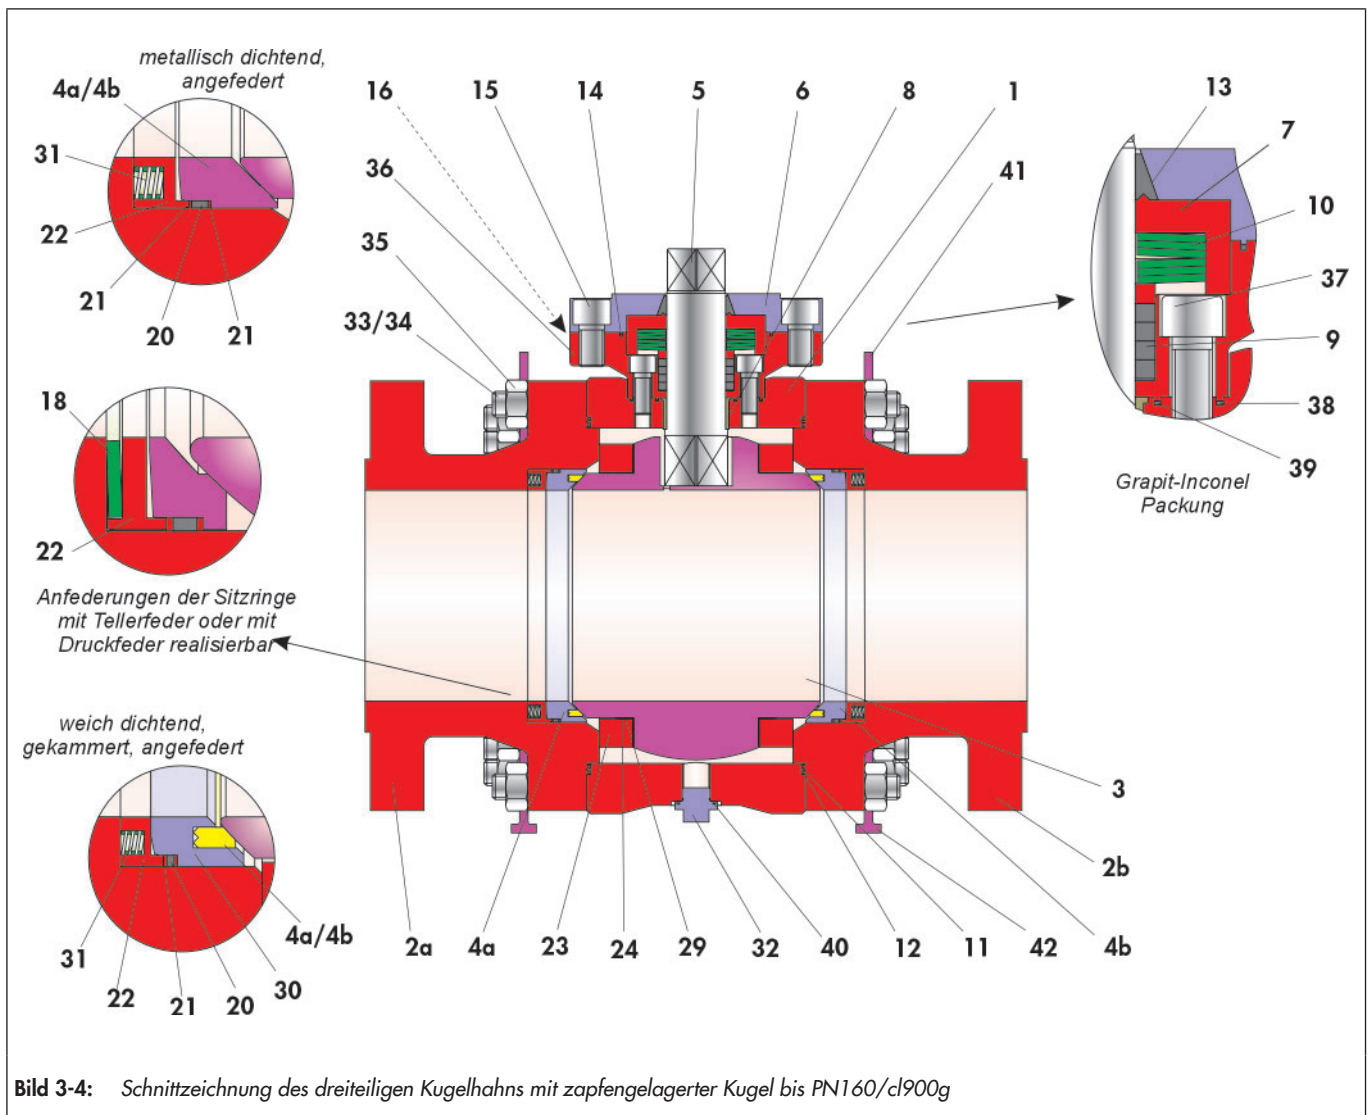

Bild 3-4: Schnittzeichnung des dreiteiligen Kugelhahns mit zapfengelagerter Kugel bis PN160/cl900g
Die in Bild 3-4 dargestellte Lage und Anordnung der Einzelteile ist bei der Montage einzuhalten.
- ⇒ Dachmanschettenpackung oder Graphit-Packung (9) mit einer leicht drehenden Bewegung über die montierte Schaltwelle (5) schieben und in die Packungsaufnahme des Deckelflansches (36) einlegen. Anordnung der V-Manschetten vgl. Bild 3-4.
- ⇒ Tellerfedersatz (10) auf die Packung (9) legen. Anordnung der Tellerfedern vgl. Bild 3-4.
- ⇒ Buchse (7) über die Schaltwelle (5) schieben, so dass sie auf den Tellerfedern (10) aufliegt und diese zentriert.
- ⇒ Kohlegraphitring (13) vorsichtig über die Schaltwelle (5) bis auf die Buchse (7) schieben.
- ⇒ Kohlegraphitring (14) in die Nut des Stopfbuchsflansches (6) einlegen.
- ⇒ Stopfbuchsflansch (6) über die Schaltwelle (5) auf das Grundgehäuse (1) aufsetzen.
- ⇒ Schrauben (15) leicht einfetten.
- ⇒ Stopfbuchsflansch (6) mit den Schrauben (15) justieren.